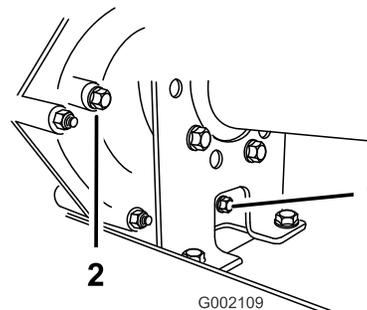
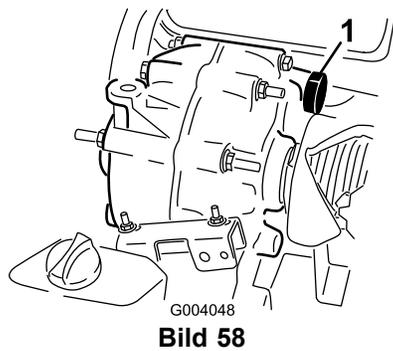

Bild 57
Bild 58
2. Reinigen Sie den Bereich um die Füll- und Ablassschraube mit einem Lappen (Bild 57).
4. Drehen Sie die Füllschraube nach links, um sie zu entfernen (Bild 57).
5. Drehen Sie die Ablassschraube nach links, um sie zu entfernen (Bild 57).
6. Setzen Sie die Ablassschraube und Dichtung in das Ablassschraubenloch am Getriebe ein und ziehen sie an (Bild 57).
7. Füllen Sie den Behälter (Bild 58) über das Füllschraubenloch mit ca. 1,4 l der angegebenen Ölsorte oder bis der Ölstand im Getriebe an der Unterseite des Gewindes liegt (Bild 57).
8. Setzen Sie die Füllschraube und Dichtung in das Füllschraubenloch am Getriebe ein und ziehen sie an (Bild 57).
10. Prüfen Sie den Ölstand und füllen mehr Öl ein, wenn der Ölstand unter dem Gewinde im Füllschraubenloch liegt (Bild 57).